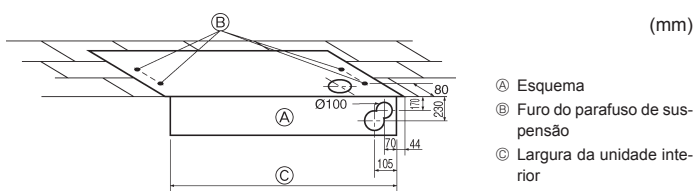

Fig. 3-3
3) Seleção dos parafusos de suspensão e das posições da tubagem (Fig. 3-3)